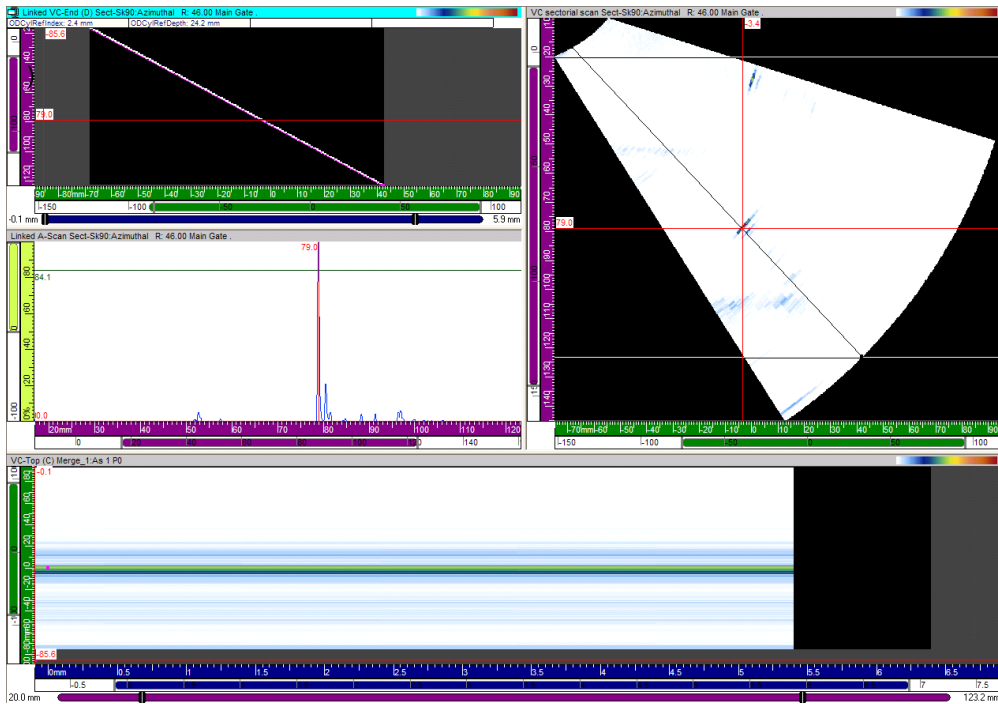

Figure 7-79 Analyse de mesures cylindriques d'un balayage sectoriel
2. Consultez le Figure 7-79 à la page 442 et effectuez les tâches suivantes :
- b) Lisez les valeurs de la correction cylindrique dans la vue **Linked VC-END (D)**.